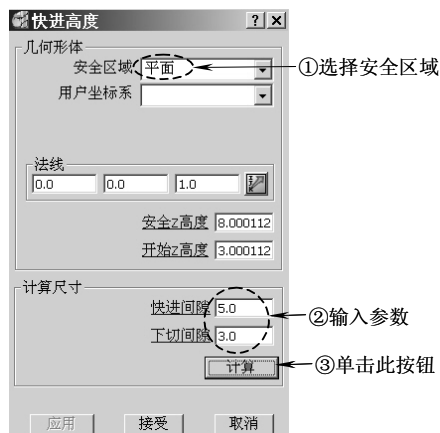

图 8-7 设置快进高度参数
3) 设置快进高度：在 PowerMILL 综合工具栏中单击快进高度按钮，打开“快进高度”表格，按图 8-7 所示设置快进高度参数，完成后单击“接受”按钮退出。